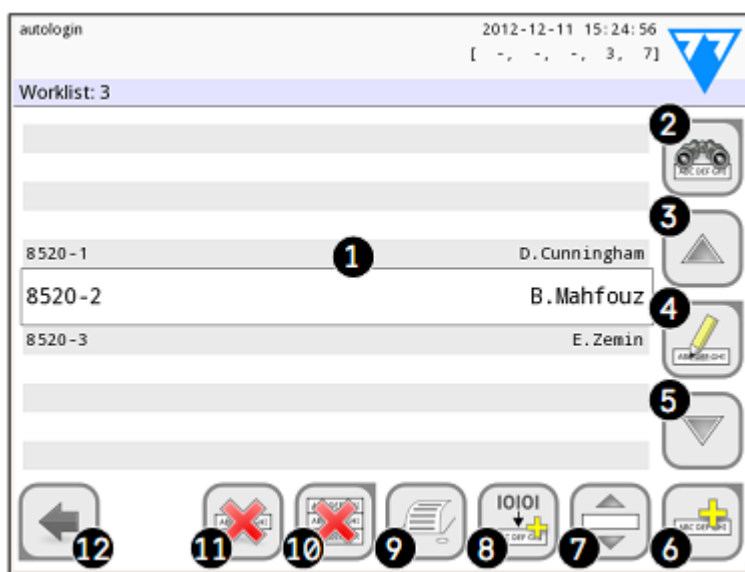

Рисунок 19. Меню Рабочий лист
2. Получите доступ к меню Worklist (рисунок 19) через Measurement»-Main menu и нажмите кнопку 'Download worklist from LIS' (загрузить рабочий лист из ЛИС).